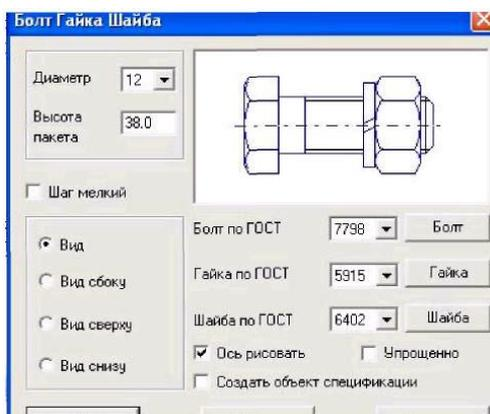

Рисунок 4.11 - Диалоговое окно Болт Гайка Шайба
4. Щелкнуть два раза по изображению соединения болтом. После этого появляется окно задания параметров болтового соединения. В окне необходимо задать необходимый диаметр резьбы и высоту пакета, т. е суммарную толщину двух соединяемых пластин (рис. 4.11). В открывшемся окне соответствующим выбором кнопок Болт, Гайка и Шайба, можно задавать изображения различных болтов, гаек и шайб.